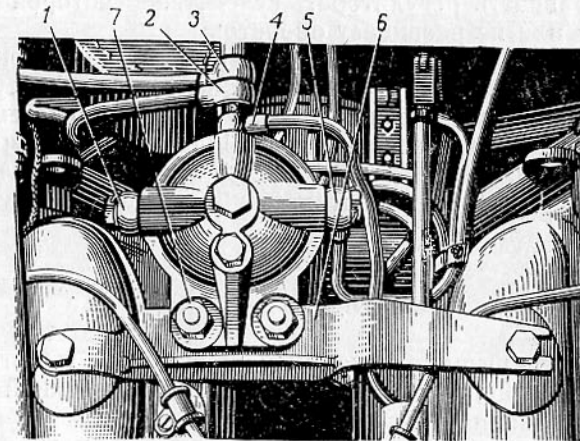

Рис. 52. Установка топливного фильтра:
2. Расшплинтовать и отвернуть зажимную гайку и отъединить трубопроводы 2, 3 (рис. 52) для спуска воздуха от топливного фильтра. Вывернуть штуцер из крышки фильтра и отъединить трубопровод 4 спуска воздуха.